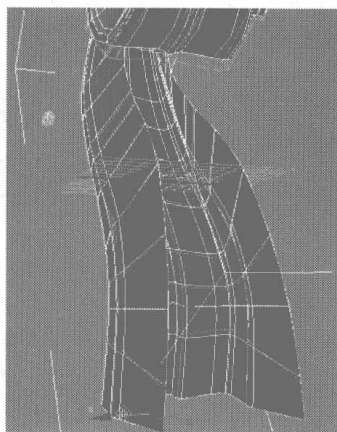

图 5.223
- 17** 选择如图 5.223 所示的曲线, 按住 Shift 键向外拖动, 复制出如图 5.224 所示的边沿。单击 **Target Weld** 按钮, 焊接边, 结果如图 5.225 所示。选择如图 5.226 所示的曲线, 单击 **Cap** 按钮, 添加面, 如图 5.227